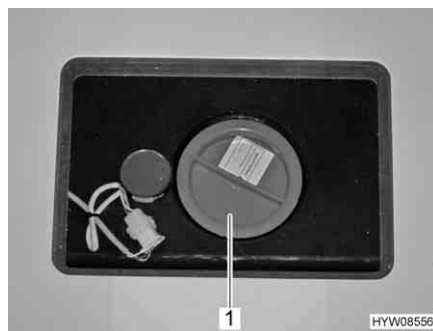

Fig. 188 Apertura per la pulizia (serbatoio delle acque grigie)
- A questo scopo aprire l'apertura per la pulizia (Fig. 188,1) per il serbatoio delle acque grigie e il rubinetto di scarico.